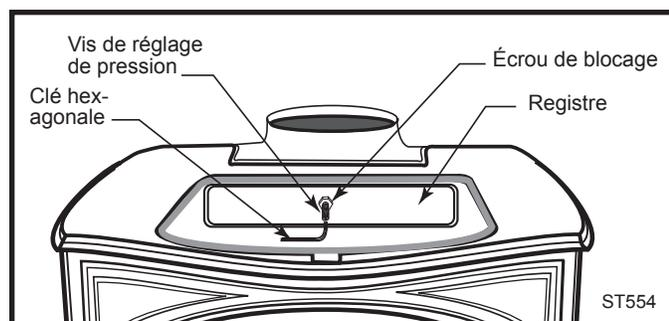

Fig. 42 Réglez le registre à la clé hexagonale.
1. Déposez la plaque chauffante. Desserrez l'écrou de blocage au centre du registre. (Fig. 42)